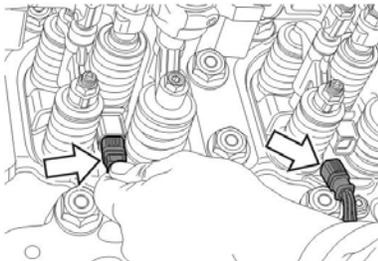

FIG.3
10. Rebrancher les connecteurs du câblage aux injecteurs. Insérer le connecteur jusqu'à ce que vous entendiez distinctement un "clac" pour confirmer que le connecteur est bien branché (fig.3).